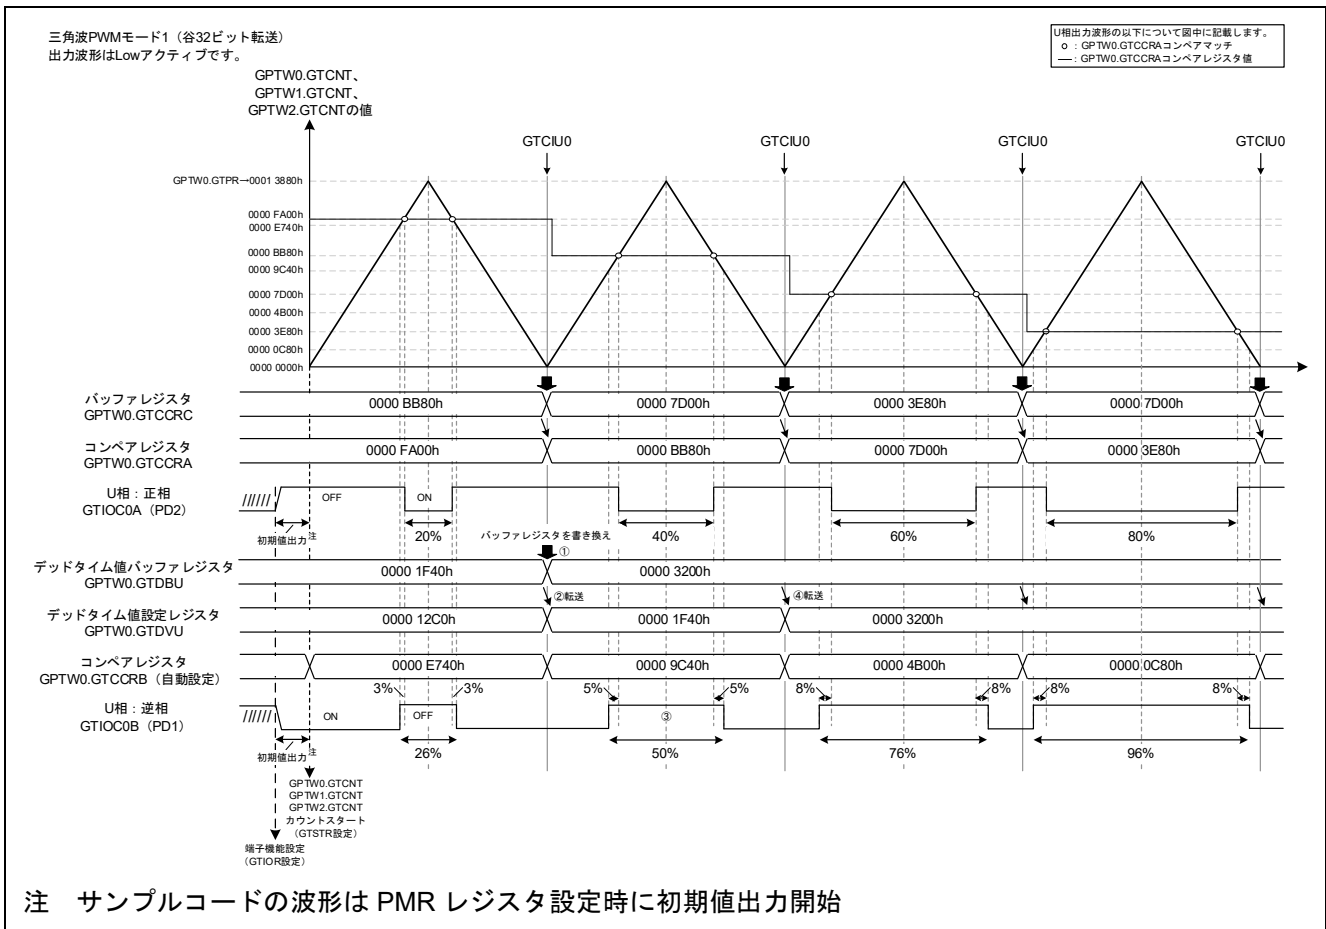

図 4-51 デッドタイム自動設定機能のバッファ動作
デッドタイム値のバッファレジスタを使用したデッドタイム自動設定機能の動作例を図 4-51 に示します。
GTCNT カウンタのアンダフロー割り込み（GTCIU0）で GTDBU の値を書き換えます（図 4-51 ①）。GTDBU の値は GTCNT カウンタのアンダフロー発生時（谷）に、デッドタイム設定レジスタ GTDVU へ転送（図 4-51 ②）され、更新後のデッドタイム期間を確保した波形が出力されます（図 4-51 ③）。
3 周期目は 1 周期目の終わりに書き換えた GTDBU の値が GTDVU へ転送（図 4-51 ④）されます。